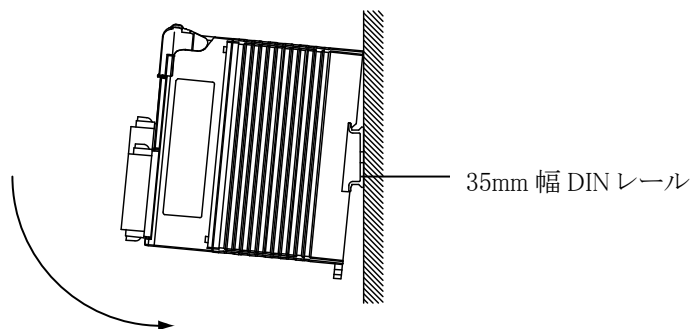

図3.4 取付け方法
2. 図3.4のように、セーフティワン本体の上部を上にして裏面溝部をはめ込み、矢印の方向へ押し付けてください。